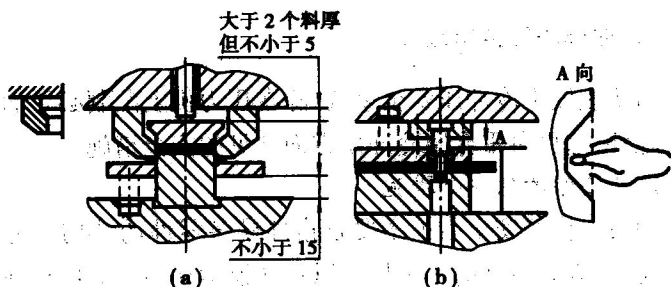

图 1.2
(3) 冲模闭合时,顶件器上部空隙应不小于 5 毫米,如图 1.2(a) 所示。
(4) 为了操作安全与取件方便,冲模上应开设空手槽,如图 1.2(b) 所示。